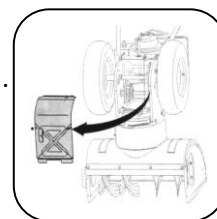

Рис.11
2. Осторожно продвиньте снегоуборочную машину вверх и вперед, так чтобы она оперлась на корпус шнека. Снимите крышку с нижней части машины, выкрутив четыре винта, которые крепят ее (см. рис. 11).